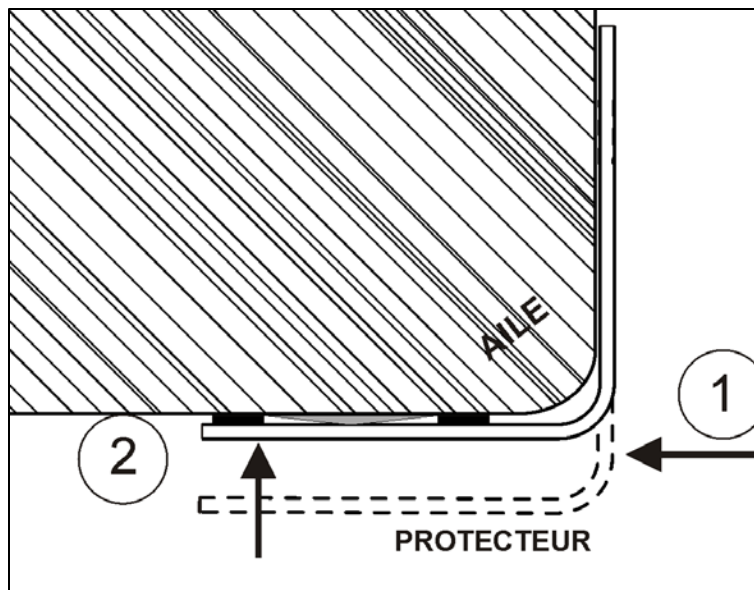

FIGURE 5 ÉTAPES D'INSTALLATION
10. Dans les 10 minutes suivant l'application de la colle, placer le protecteur contre l'intérieur de l'aile (1, Figure 5). Puis appuyer le protecteur contre la face extérieure (2, Figure 5).